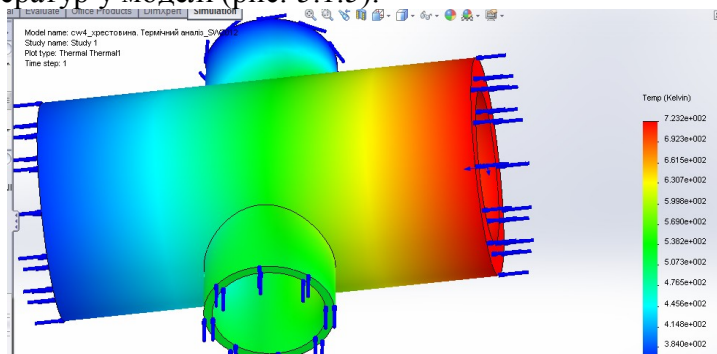

Рис. 5.1.5. Діаграма розподілу температур
5. Продискретизуйте модель та створіть сітку. Запустіть аналіз. Після розрахунків у вас має з'явитися лише одна папка, яка називається **Температура (Thermal)**, на якій буде показано розподіл температур у моделі (рис. 5.1.5).